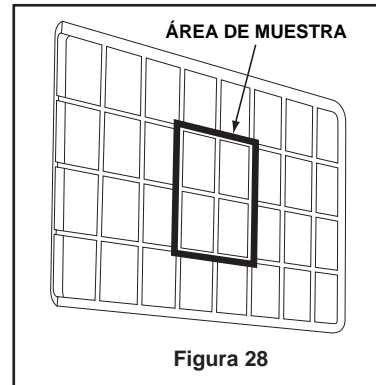

Figura 28
5. Los cubitos de hielo de cada lote varían, así que es necesario elegir los cubitos del área de muestra (figura 28) para hacer comparaciones a la hora de realizar los ajustes. Si desea realizar más ajustes, repita los pasos 1 a 4.